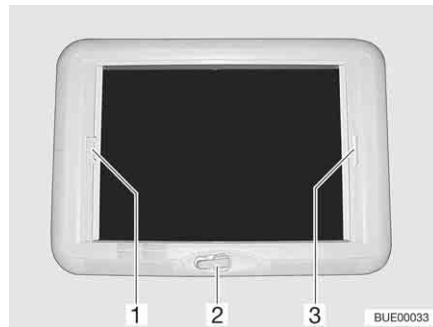

Fig. 80 Claraboya de manivela
- Girar la manivela (Fig. 80,2) hasta que se note resistencia.
- Tirar del asidero (Fig. 80,3) del estor plegable y soltarlo en la posición deseada. El estor plegable se queda fijo en esta posición.
- Tirar del asidero (Fig. 80,1) de la protección contra insectos hacia el asidero opuesto del estor plegable (Fig. 80,3) y hacerlos engatillar.
- Presionar el tirador de la protección contra insectos (Fig. 80,1) por la parte de atrás hacia arriba y desengancharla del estor plegable (Fig. 80,3).